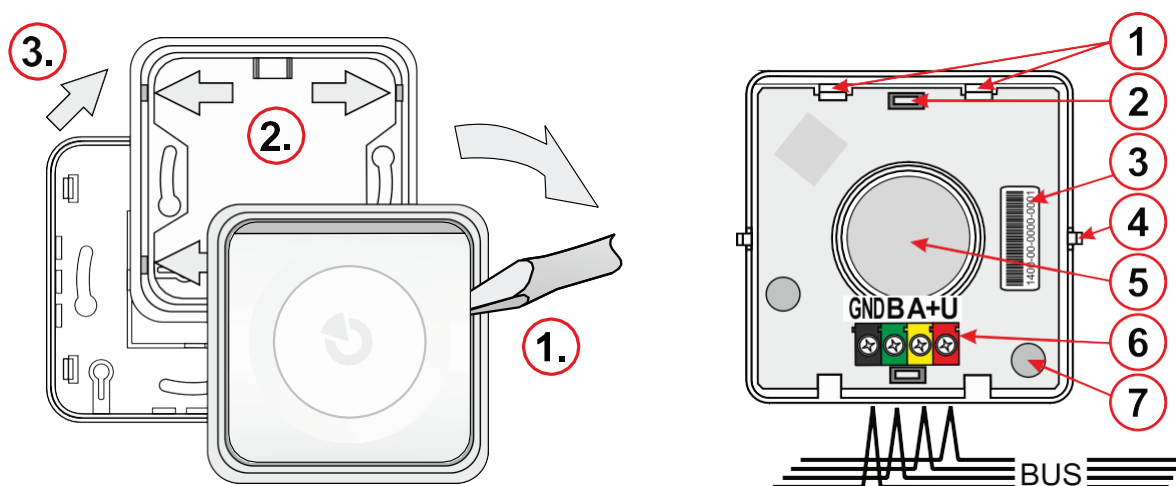

Рис. 1: Снятие сирены перед установкой, Рис. 2: Описание внутренней части сирены
1. Снимите корпус (кнопки) сирены с пластиковой рамки, нажав на боковую часть корпуса (1.) с помощью отвертки, как показано на рис. 1.
6. Подключите кабель шины к клеммам (6), как показано на рисунке 2, и вставьте корпус обратно в пластиковую рамку.